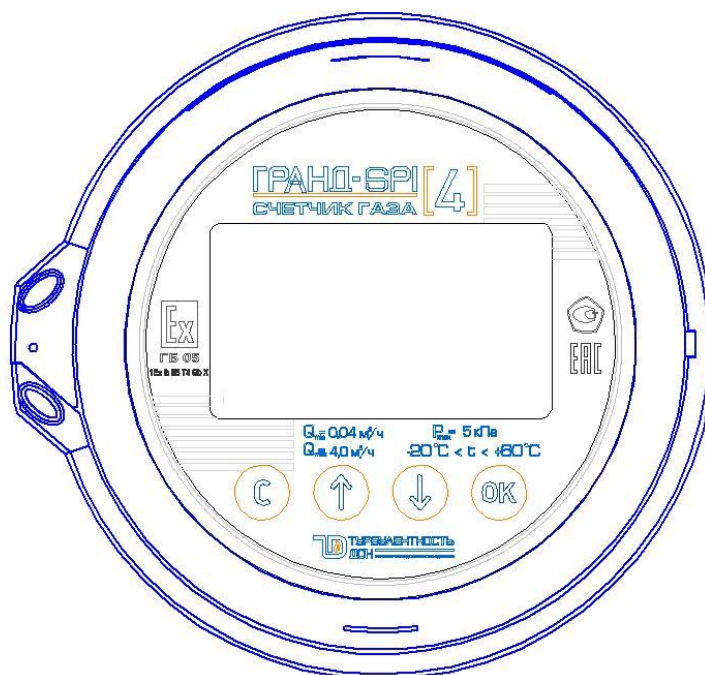

Рисунок 3
2.8.1.2 Просмотр информации производится при помощи ЖК-дисплея счетчика и четырех кнопок (рисунок 3).